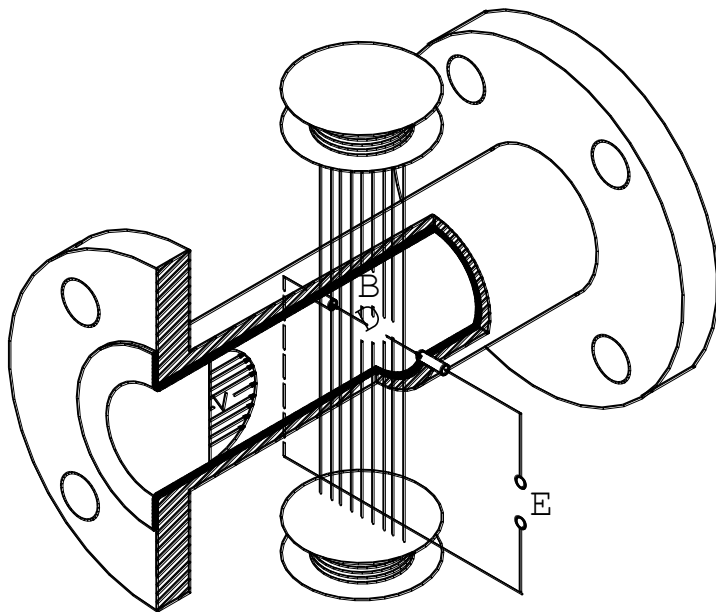

Рис.4.1
4.1.1 Принцип действия расходомера основан на явлении электромагнитной индукции (см. рис. 4.1).
4.2.3 ППР представляет собой отрезок трубопровода из немагнитного материала (см. рис.4.1), внутренняя поверхность которого футерована диэлектриком (фторопластом). В диаметрально противоположных стенках трубопровода установлены два электрода, контактирующие с измеряемой средой и предназначенные для съема ЭДС индукции (Е). Благодаря такой конструкции ППР расходомер вносит минимальное гидравлическое сопротивление в поток жидкости. Магнитная система ППР состоит из двух согласно включённых катушек возбуждения и магнитопровода. ЭДС индукции усиливается в блоке аналоговой обработки ППМ, преобра-